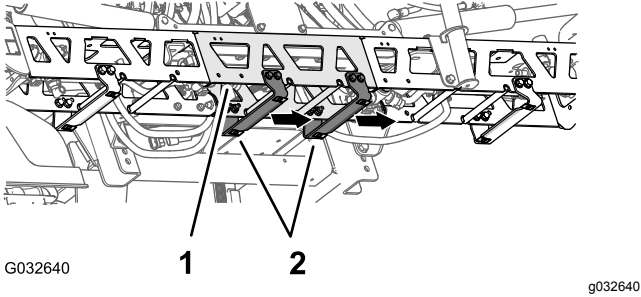

图 150
2. 在中间喷洒段的延长组件上找到桁架框架垂直面上的 2 对孔孔之间的距离为 25mm 图 150。
3. 将支撑托架Toro 零件号 131-3703-03上的孔与在步骤 2 中确认的中间喷洒段延长组件上的孔对齐让托架宽法兰位于左侧请参阅图 150。
4. 使用 4 个凸缘头螺栓 $\frac{3}{8}$ x $1\frac{1}{4}$ 英寸——Toro 零件号 110-5050 和 4 个凸缘锁紧螺母 $\frac{3}{8}$ 英寸——Toro 零件号 104-8301 将支撑托架安装到桁架框架上 图 150。